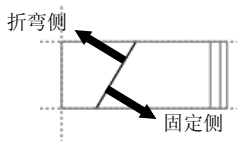

图 11.3.4 选择折弯侧和固定侧
Step8. 选择折弯侧。此时系统提示 **指明在图元的哪一侧创建特征。**, 在 **BEND SIDE (折弯侧)** 菜单中选择 **Flip (反向)** 命令, 使箭头指向另一侧 (图 11.3.4), 然后选择 **OK (确定)** 命令。
Step9. 选择固定侧。此时系统提示 **箭头指示着要固定的区域。拾取反向或确定。**, 选择 **OK (确定)** 命令, 使固定侧箭头指向如图 11.3.4 所示。